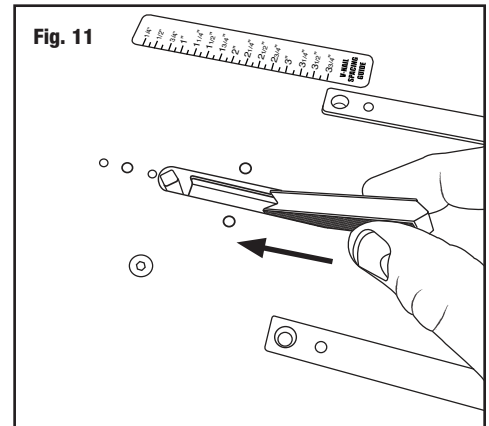

Fig. 11
1. Asegúrese que la tira de cola se quede hacia arriba (rojo=madera dura; blanco=madera blanda), y el interior del ángulo de las grapas esté en dirección centro de la ranura. **(Fig. 11)**
1. Versichern Sie sich, dass der Klebestreifen nach oben zeigt (Rot=Hartholz; Weiß=Weichholz), und der innere Winkel der Klammer zur Mitte der Rille. **(Abb. 11)**